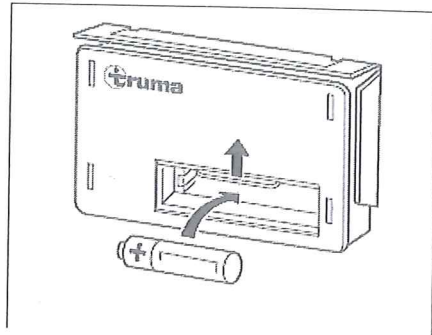

Bild 101 Batteribyte
- Skjut locket på automattändningens batterifack (Bild 101) uppåt.
- Sätt i ett nytt batteri av samma typ med polerna (+/-) åt rätt håll i automattändningens batterifack (Bild 101). Använd endast temperaturbeständiga (+70 °C) mignon-batterier, som inte kan läcka.